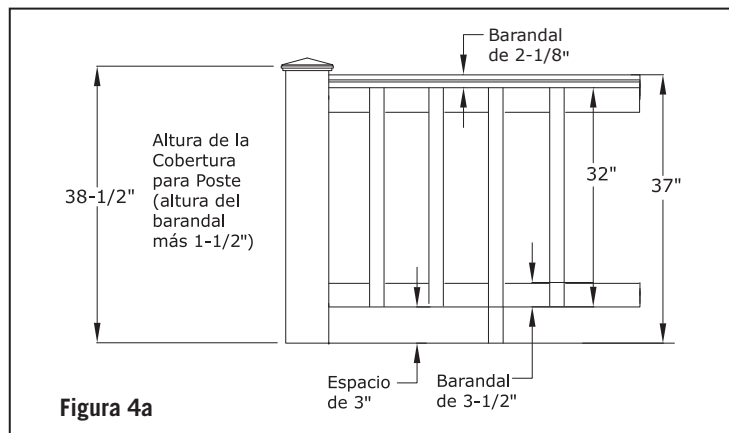

Figura 4a
Paso 11(a): La Figura 4a ilustra cómo puede medirse un barandal de 37" de altura. Comenzando con un espaciado de 2-7/8" + 32" para la altura del balaustre + 2-1/8" para el barandal de tope = una altura de barandal de 37". Si desea tener su barandal a una altura diferente, use la figura 4a como una herramienta de planeación para determinar la altura para cortar las coberturas de los postes y los bloques de soporte. **Nota:** Use una herramienta para asegurar una longitud consistente (+/- 1/16").
Paso 9(a): La Figura 4a ilustra cómo un barandal de 37" de altura puede medirse. Comenzando con un espacio de 2-7/8" + 32" para la altura del balaustre + 2-1/8" para el barandal de tope = una altura de barandal de 37". Si desea tener su barandal a una altura diferente, use la figura 4a como herramienta de planeación para determinar la altura de corte de las coberturas de postes y bloques de soporte. Nota: Use una herramienta para asegurar una longitud consistente (+/- 1/16").